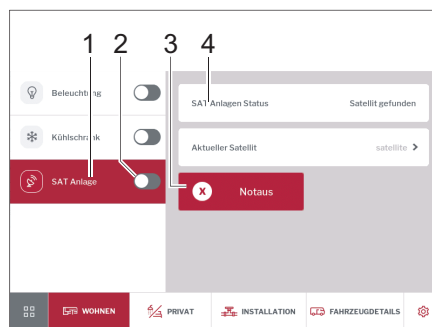

Bild 262 Satellitsystem
- Med skjutreglaget (Bild 262,2) sätter du på och stänger av satellitsystemet.
- Klicka på knappen *SAT-system* (Bild 262,1) tippen.
Den valda satelliten visas. (Bild 262,4).
- Klicka på knappen *Nödstopp* (Bild 262,3) om systemet stöter på motstånd.